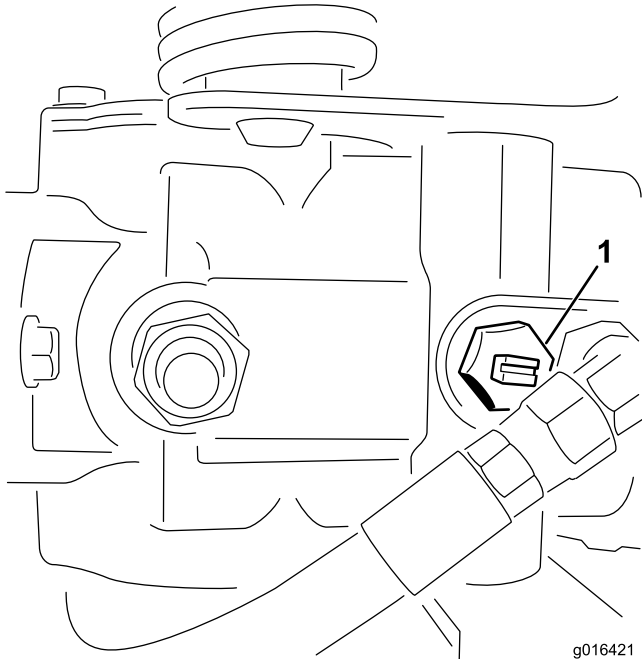

Figure 33
1. Trouvez la vanne de dérivation sur la pompe jusqu'à ce que la fente soit verticale (Figure 33).
2. Avant de mettre le moteur en marche, fermez la vanne de dérivation (fente horizontale) (Figure 33).